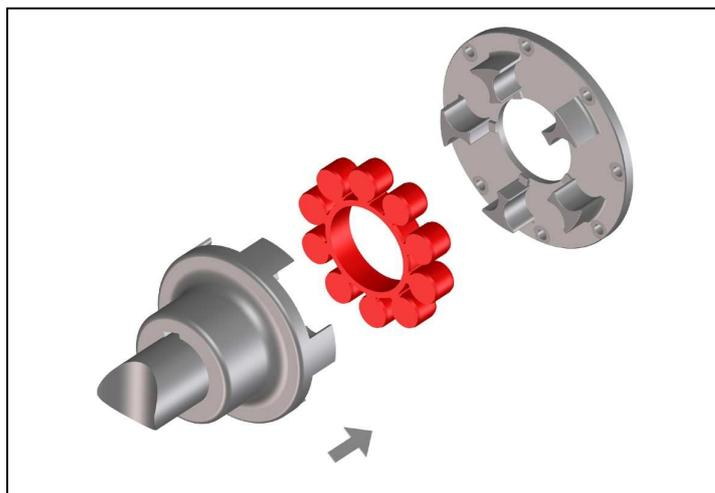

Bild 5
- Schieben Sie das Wellenende mit der montierten Kupplungshälfte mit dem Kupplungsflansch zusammen (Bild 5).